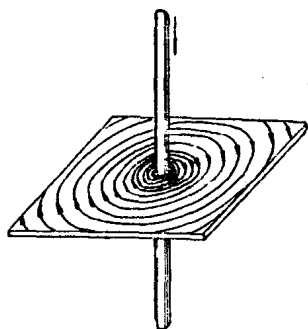

图 1-8 通电导线周围的磁场
11. 电流的磁效应 电流通过导线时，在导线的周围就会产生磁场，这种现象就叫做电流的磁效应。通电导线产生的磁场如图1-8所示。